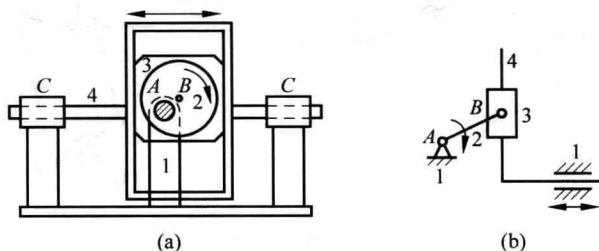

图 1.21 题 1.2.5 图
1.2.5 绘制如图 1.21(a)所示机构的运动简图。
解 图 1.21(a)所示机构的运动简图如图 1.21(b)所示。